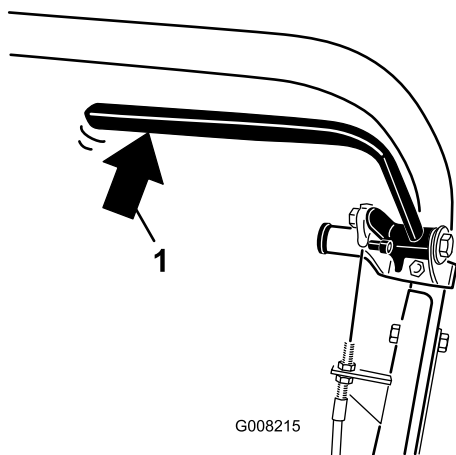

Рисунок 33
2. Используя пружинные весы, отожмите рычаг рабочего тормоза назад (Рисунок 33). Отпускание тормоза должно происходить при приложении усилия 13,5–18 кг. Если стояночный тормоз отпускается раньше, чем будет приложено усилие 13,5–18 кг, отрегулируйте тросик тормоза.